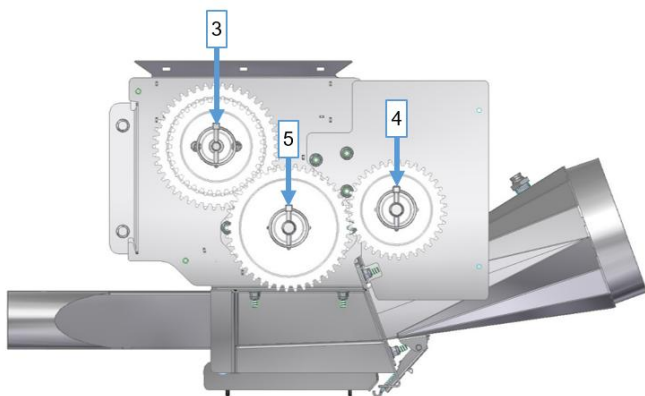
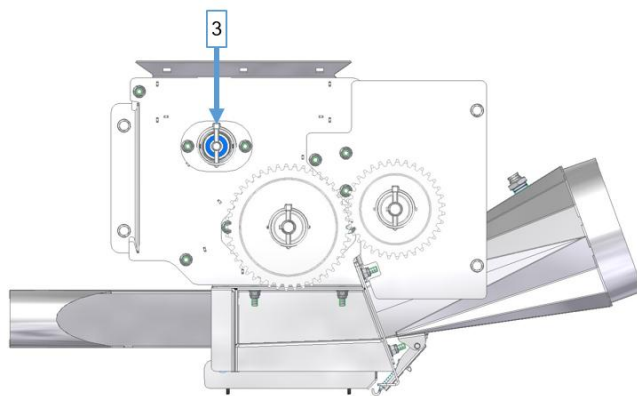

Figura 32
Figura 33
- O clipe de fixação [3] que fixa a engrenagem dupla [3] ao agitador e o clipe de fixação [4] para o acionamento do eixo de semeadura são removidas. (ver Figura 32). Em seguida, as duas engrenagens [3, 4] podem ser removidas. O clipe de fixação [3] do eixo do agitador pode ser montada novamente e a engrenagem dupla [3] deve permanecer desmontada. (ver Figura 33).